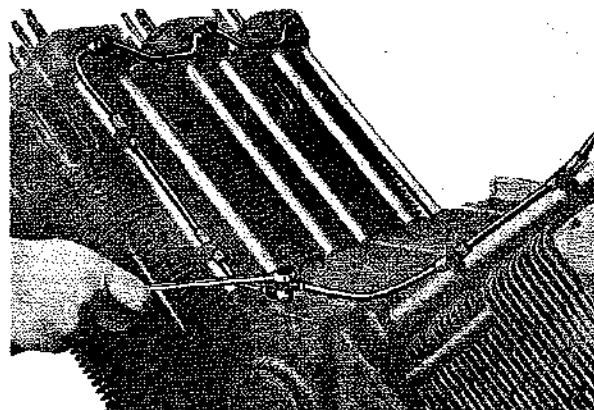

Fig. 45
- Collegare i tubi lubrificazione bilancieri ed i tubi ritorno olio al basamento (Fig. 45) lubrificando con olio le guarnizioni.